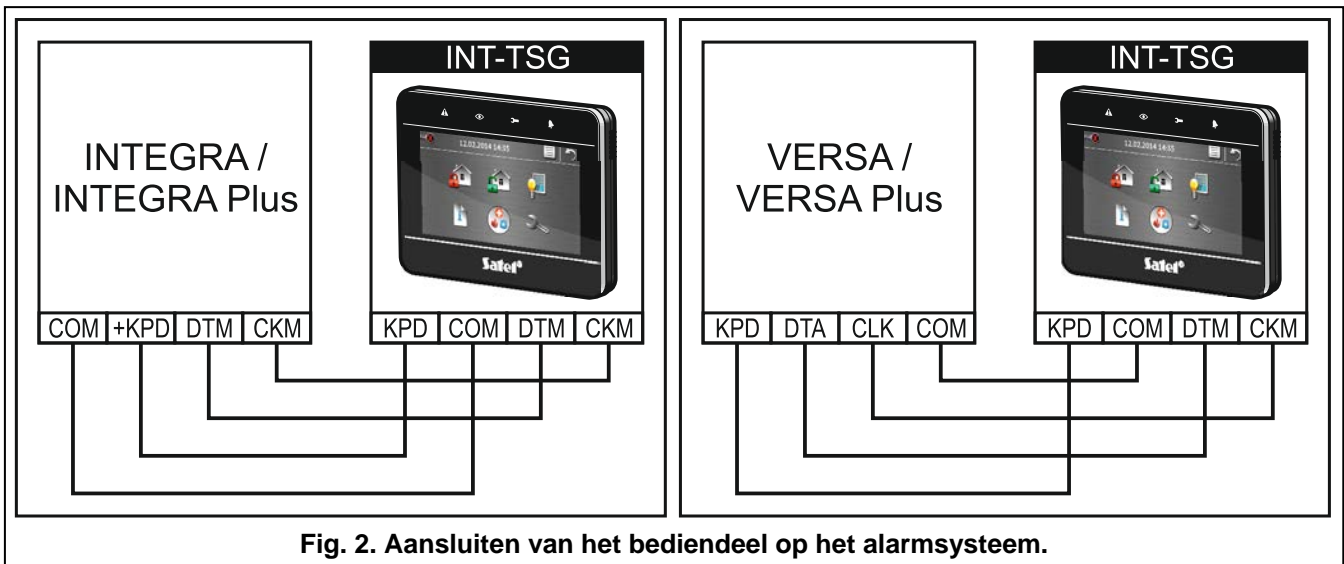

Fig. 2. Aansluiten van het bediendeel op het alarmsysteem.
6. Sluit de DTM, CKM en COM aansluitingen aan op de communicatie bus van het alarmsysteem (zie Fig. 2). Het wordt aanbevolen dat onafgeschermd alarmkabel wordt gebruikt voor deze aansluitingen. Indien u twisted-pair kabel gebruikt, onthoud dan dat de CKM (clock) en DTM (data) signalen niet in een twisted pair kabel mag worden verzonden. De draden dienen wel in een kabel te worden gebruikt. De lengte van de kabels mogen de 300m niet overschrijden.